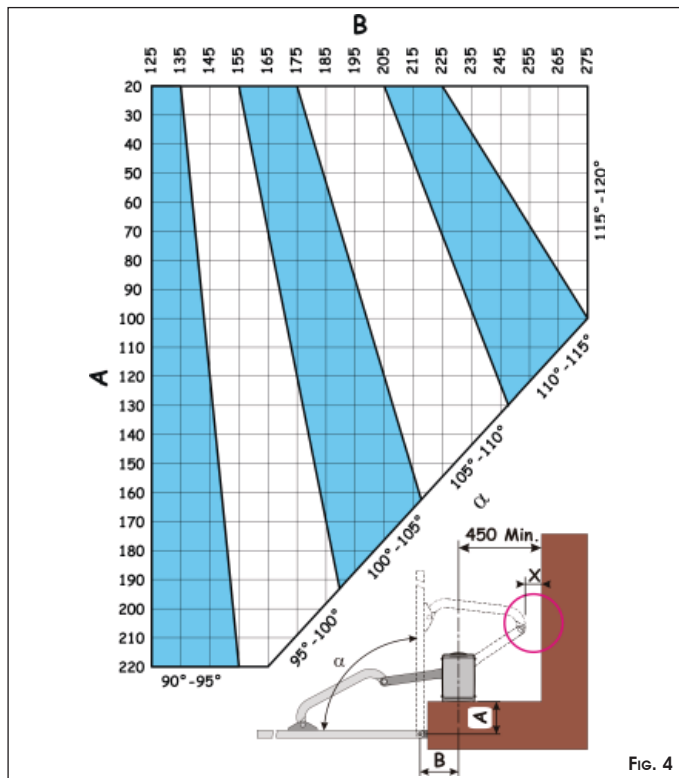

Fig. 4
Pour déterminer la position de fixation de l'opérateur, procéder comme suit, en consultant la Fig.4:
- Vérifier que la cote minimum de 450mm illustrée dans la Fig.4 a été respectée.
- Une fois l'opérateur installé, vérifier que la cote "X" de la Fig.4 est au minimum 500mm. Si la cote "X" est inférieure à 500mm, réaliser un essai d'impact à l'endroit illustré dans la Fig.4, conformément à la norme UNI EN12445 et vérifier que les valeurs relevées sont conformes aux prescriptions de la norme UNI EN 12453.
- Si les valeurs de poussée ne font pas partie des valeurs spécifiées par la norme UNI EN12453, il est OBLIGATOIRE de protéger la zone illustrée dans la figure 4 au moyen d'un dispositif de protection conforme à la norme UNI EN12978